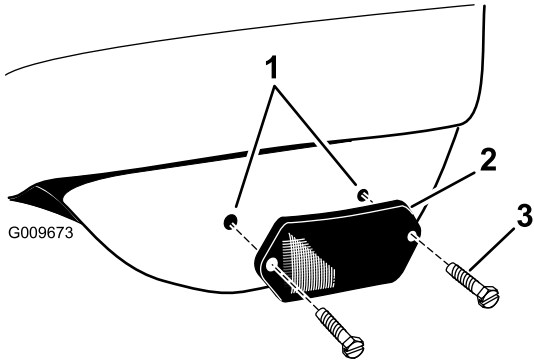

Figura 22
2. Instale um em cada lado da plataforma nos furos feitos previamente (Figura 22).